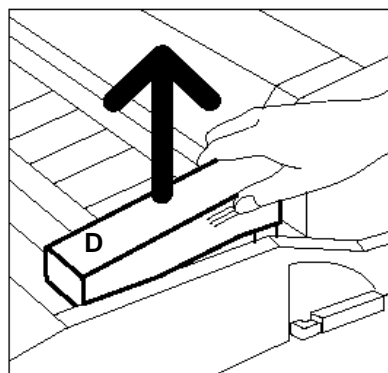

Figura 36: Retirar o Cartucho de óleo do fusor usado (D)
- 6** Levante o Cartucho de óleo do fusor diretamente para fora do módulo, conforme ilustrado na Figura 36. Segure-o firme nessa posição, até que qualquer excesso de óleo tenha escorrido do cartucho para dentro do reservatório de óleo do fusor. Segure uma folha de papel sob o bocal do frasco, para aparar as gotas ao remover o cartucho da máquina.